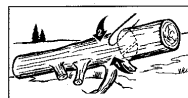

Abb. 16B
2. Stamm an einem Ende abgestützt: Schneiden Sie zuerst 1/3 des Stammdurchmessers von unten nach oben, um ein Abspplittern zu vermeiden. Schneiden Sie dann von oben auf den ersten Schnitt zu, um ein Festklemmen zu vermeiden (Abb. 16B).